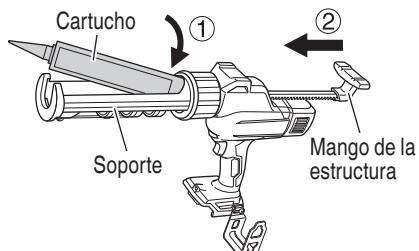

Fig. 20
(4) Cargue el cartucho en el soporte. (Fig. 20)